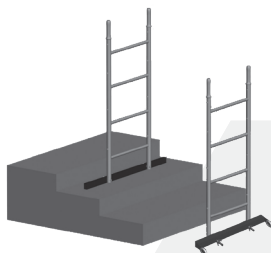

рис. 6
- соединив лестницы (2) с опорными балками (1), установить их на ступенях лестничного пролета (рис. 6);